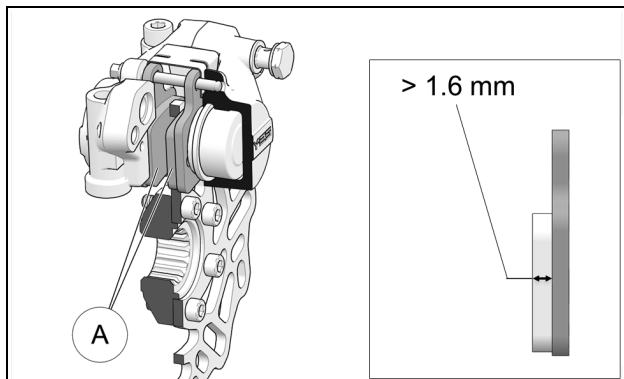

Figure 33
Vérifier l'usure des plaquettes de frein (A). Si l'usure des plaquettes est inférieure à 1.6 mm (1/16 po.), remplacer la pièce. Figure 33.